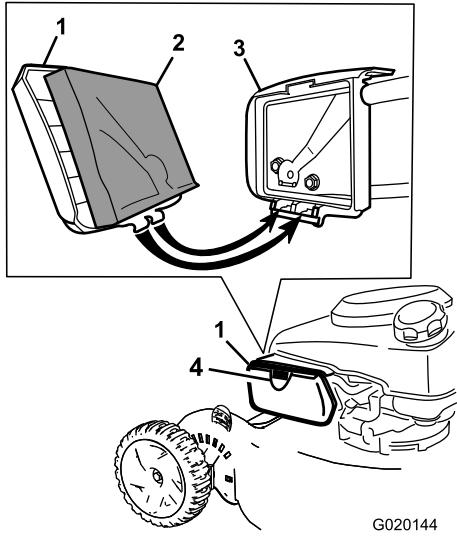

Figura 20
- Premete il pulsante sul coperchio del filtro dell'aria (Figura 20) e aprite il coperchio.